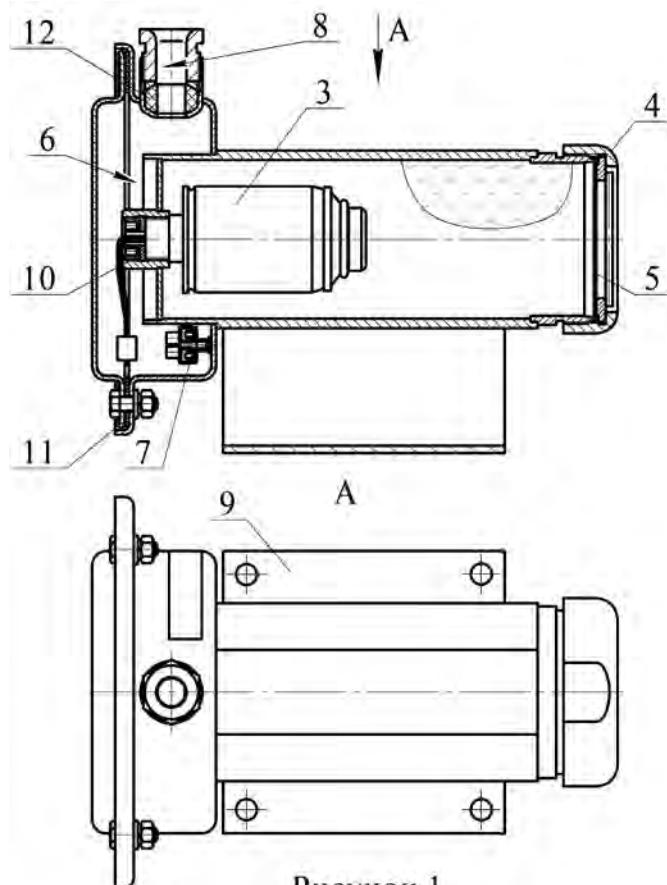

Рисунок 1
1.4.1.1 МПП (см. рисунок 1) состоит из корпуса **1**, в котором размещаются огнетушащий порошок (ОП) **2** и источник холодного газа (ИХГ) **3**. В передней части корпуса находится насадок-распылитель **4**, выходное отверстие которого перекрыто мембранией **5**. Соединительные провода элемента электропускового ИХГ выведены в коробку **6** через герметизированный узел в корпусе МПП, обеспечивающий требуемую (не ниже IP67) степень защиты от